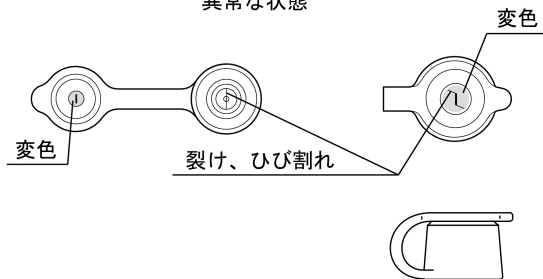

図 2
10.鉗子栓のフタ部のスリットまたは鉗子栓本体の丸穴に裂け、ひび割れ、変形、変色などの異常がないことを目視で確認すること(図 2 参照)。